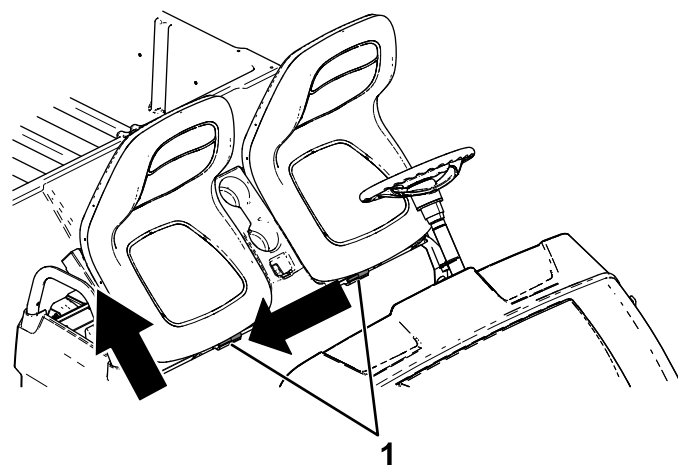

Bild 28
2. Schieben Sie den Sitz seitlich aus den Stiften heraus und heben Sie den Sitz hoch (Bild 28).